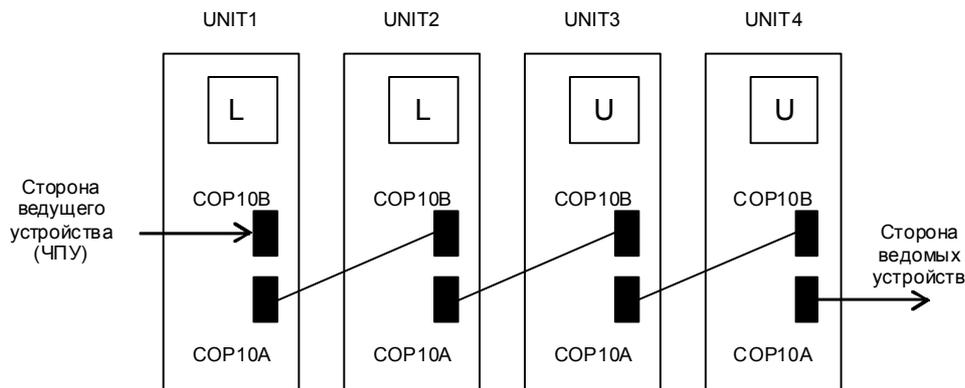

Рис. 3.2.12
- (2) Причина и способ устранения
- (a) Замените оптический кабель (COP10B) ближайшего к устройству ЧПУ сервоусилителя, на котором горит U (на рис. 3.2.12 это кабель между UNIT2 и UNIT3).
- (b) Замените сервоусилитель, расположенный ближе всего к устройству ЧПУ, на котором горит индикация U (на рис. 3.2.12 это UNIT3).
- (c) Замените сервоусилитель со стороны COP10B, расположенный ближе всего к устройству ЧПУ, на котором горит индикация U (на рис. 3.2.12 это UNIT2).